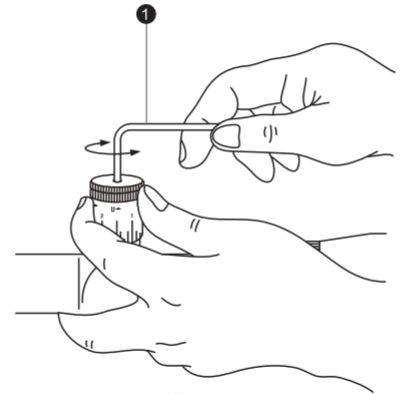

Рис. 3-3
Зажмите кольцо регулировки пальцами (во избежание смещения отрегулированного кольца со шкалой), и с помощью прилагаемого шестигранного ключа поворачивайте винт в верхней части кольца регулировки против часовой стрелки (1) до полного выхода винта. Затем снимите кольцо регулировки (рис. 3-3).